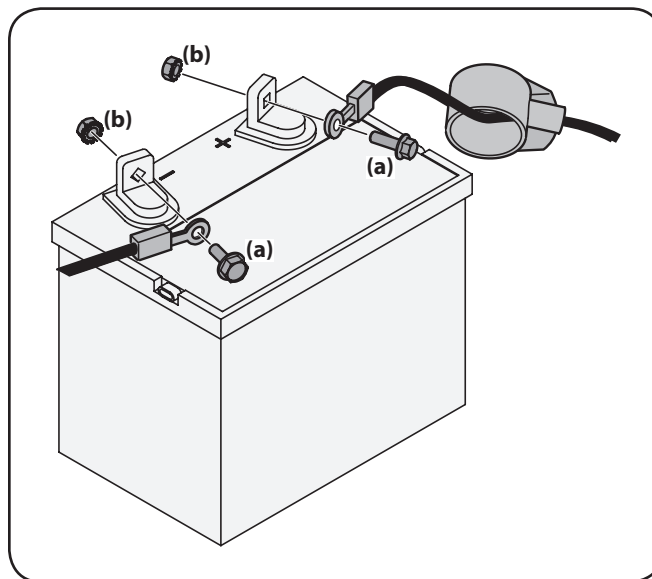

Figure 3-2
1. Branchez le câble rouge à la borne positive (+) de la batterie et le câble noir à la borne négative (-) avec les boulons (a) et les écrous (a) fournis. Voir Figure 3-2.